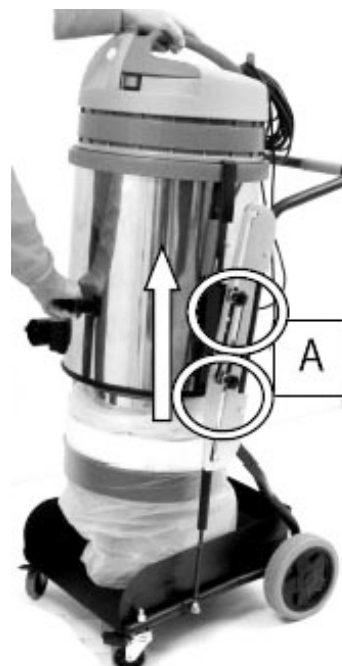

Abb. 11: Arbeitsposition
Schritt 2: Heben Sie den Tank bis zur Arbeitsposition an (Abb. 11).